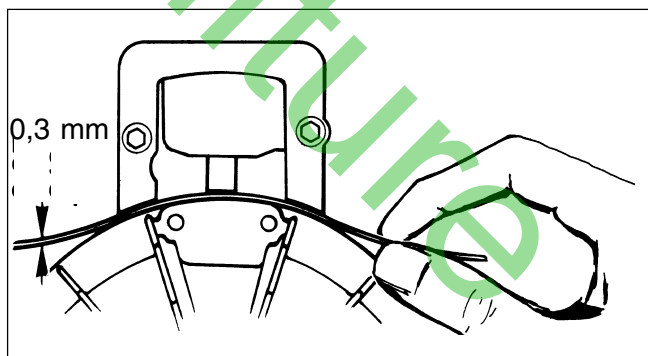

Fig. 18
- Introduire une jauge d'épaisseur d'une épaisseur de 0,38 mm ou une sonde métallique d'une longueur d'au moins 100 mm sur les masses magnétiques (Fig. 18).